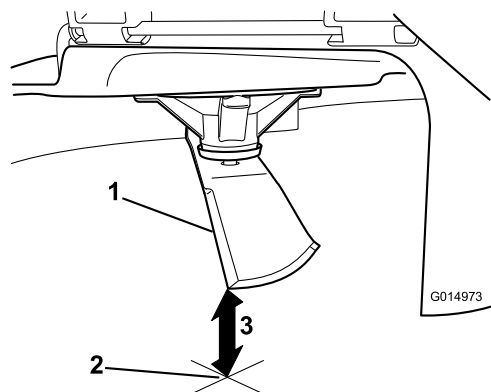

Figura 61
5. Misurate dalla punta della lama alla superficie piana (**Figura 61**).